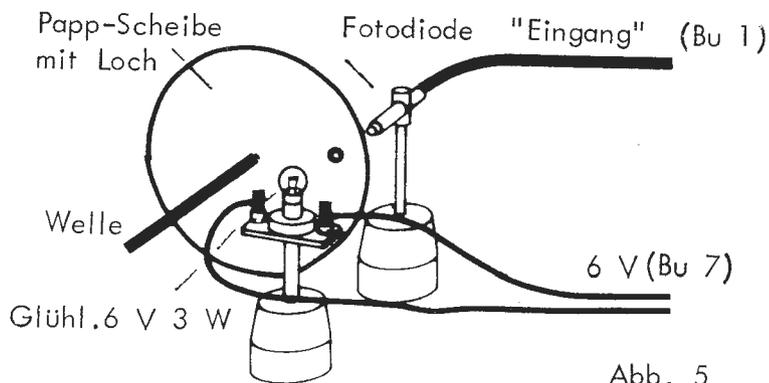

Abb. 5
1. Die Welle, deren Umdrehungszahl gemessen werden soll, wird mit einer Blende (z.B. einer Scheibe mit exzentrischem Loch) versehen. (Abb. 5)